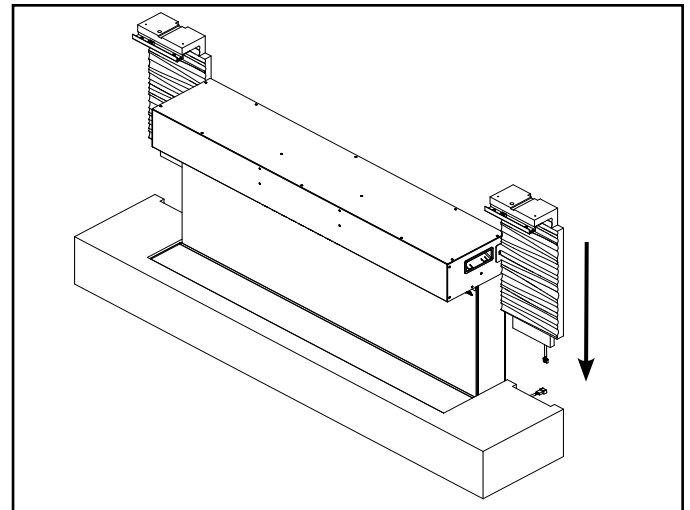

Figure 7
- Branchez le connecteur du câble du panneau latéral sur le connecteur de la partie inférieure du manteau. Faites glisser les panneaux latéraux dans le creux situé entre la partie inférieure du manteau de foyer et le mur. Veillez à ne pas pincer le câble entre le panneau latéral et le mur. Voir la figure 7.